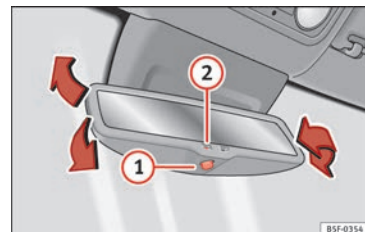

Fig. 19
Ativar o antiencandeamento automático: pressione o botão ① » » » Fig. 19. A luz de controlo ② acende-se e, ao incidir a luz, o retrovisor escurece.